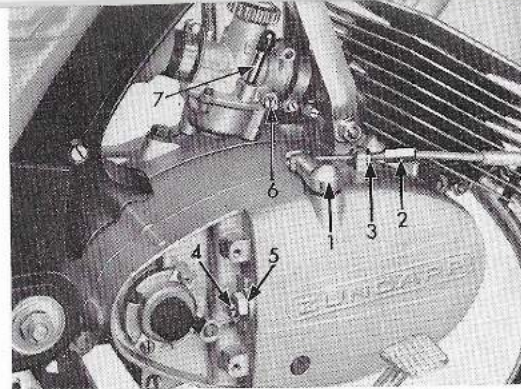

Bild 13
- 5 = Tupfer (GTS 50, bei KS-Typen rechte Fahrzeugseite, s. Bild 13/7)